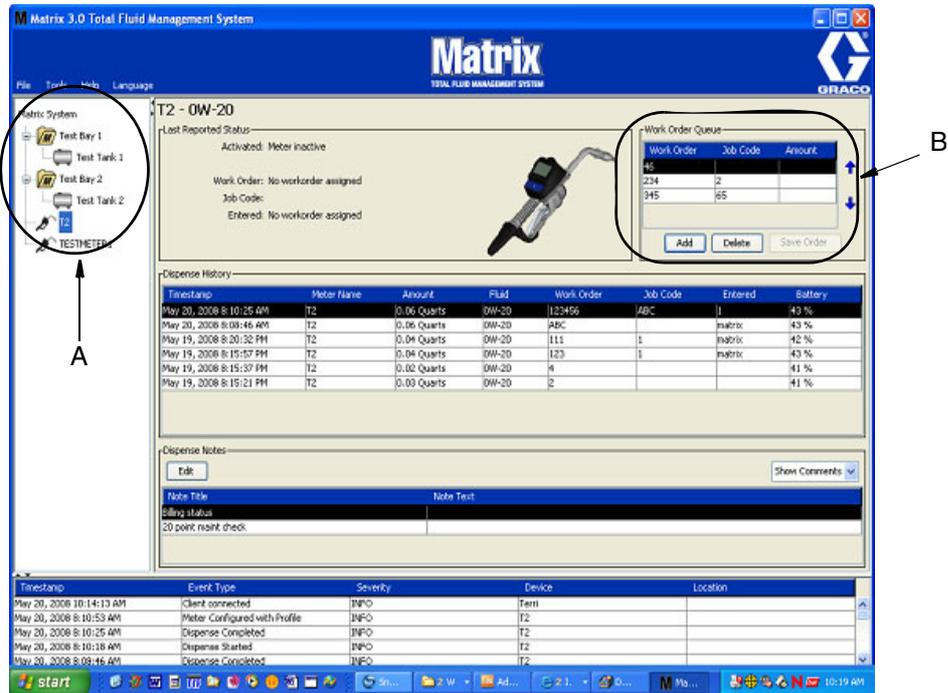

ABB. 181
- Wählen Sie aus dem Bereich „Systemadministrator-definierte Gruppen“ der Matrix-Hauptansicht (A) den Zähler aus, an den Sie den Arbeitsauftrag senden (ABB. 181).